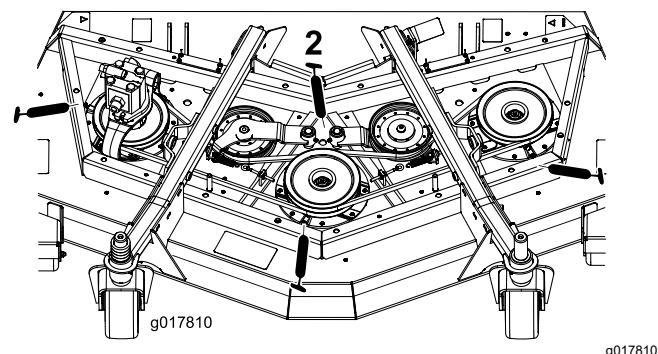

Figure 42
- 3 paliers d'axes de pivot (sous la poulie) (Figure 42)
- 2 bagues de pivot de bras de poulie de tension (Figure 42)